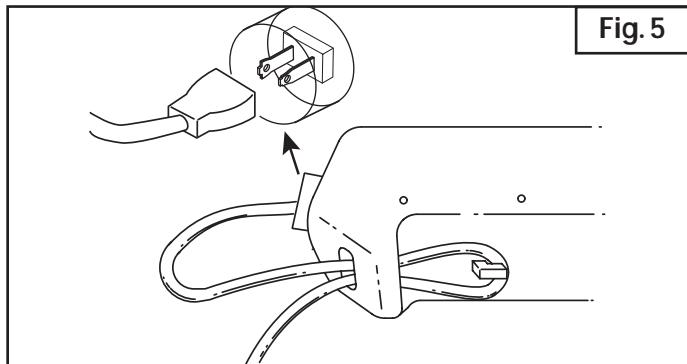

Fig. 5
1. Use el gancho del cable sólo cuando conecte el cable de extensión al cordón de energía para evitar la desconexión (Fig. 5). Use sólo un cable de extensión aprobado para su uso en exteriores según se indica en la sección de *Normas para una operación segura*.
2. Asegure el cable de extensión al bastidor del motor según se indica (Fig. 5).